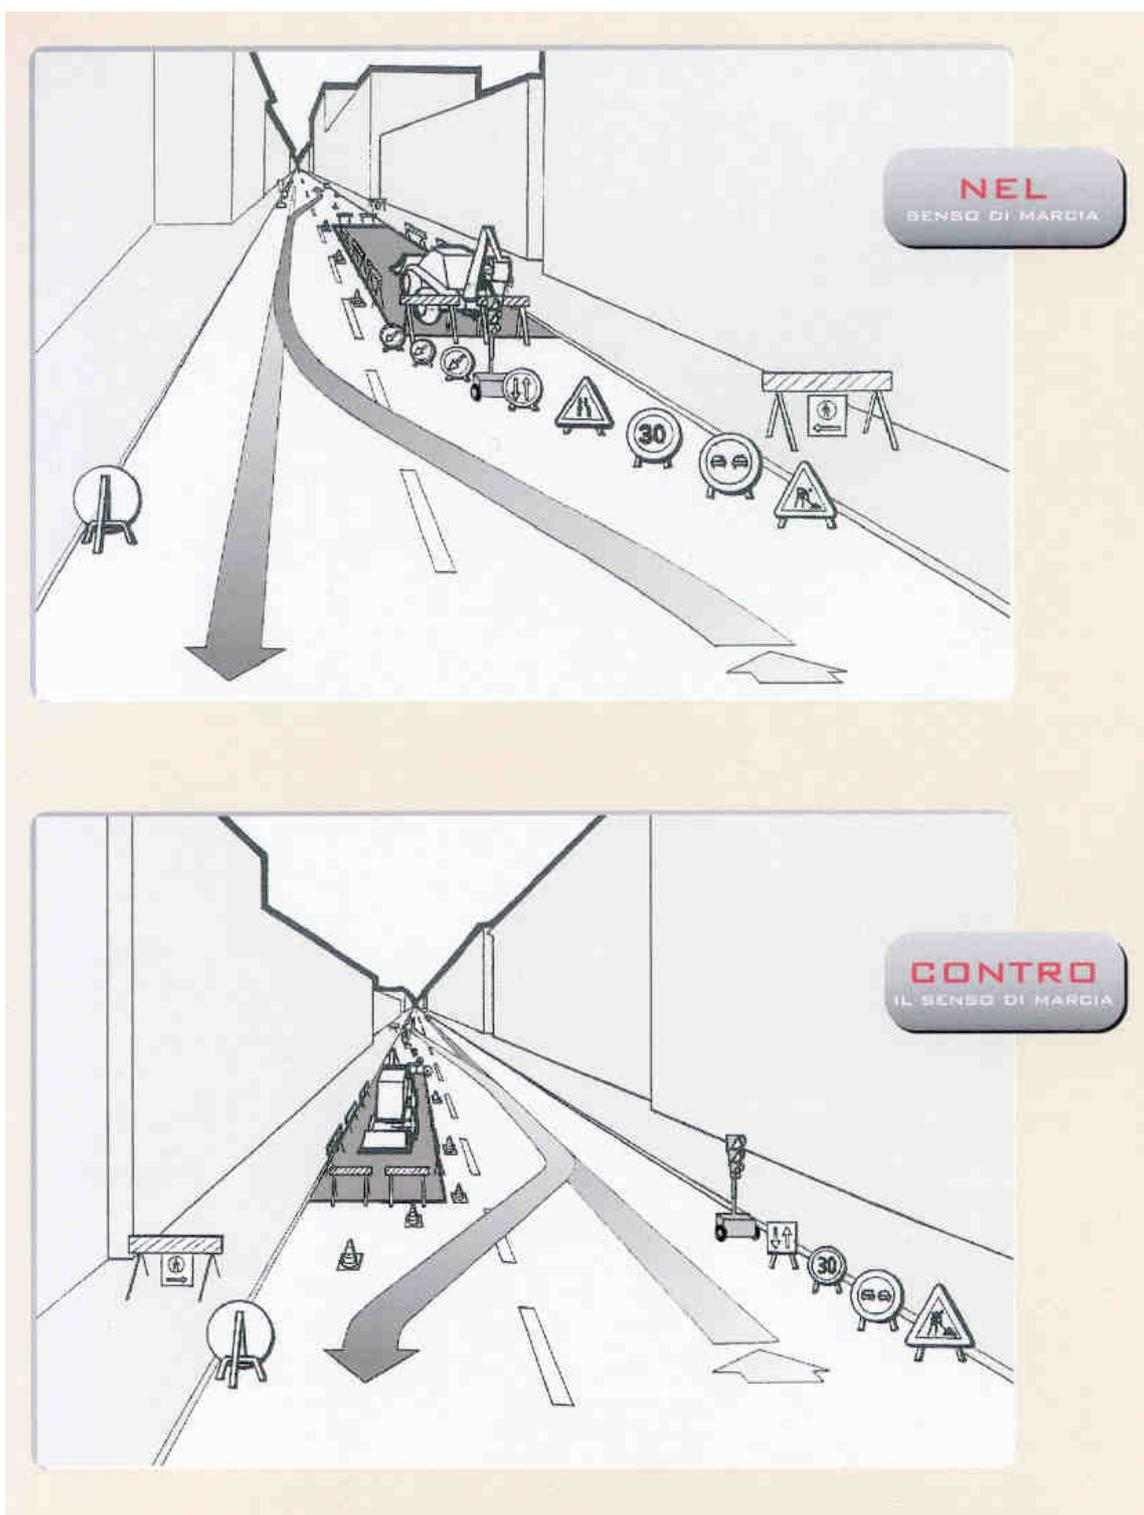

Figura 8a – Cantiere con semafori per senso unico alternato. Figura descrittiva.
- Figura 8a    Cantiere con semafori per senso unico alternato. Figura descrittiva.